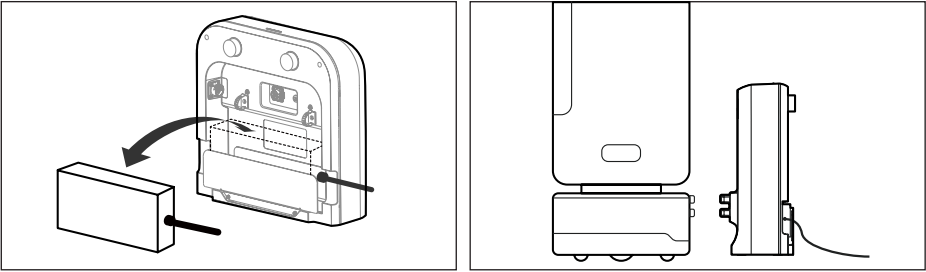

图 3
2. 适配器接口与充电站连接，可将适配器放入卡槽中（如图 3）。
4. 适配器与充电站连接后，确保充电站放置稳定，机器人与充电站对接后可充电（如图 3）。